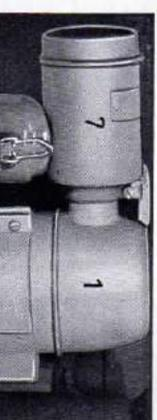

Fig. 19
3. **Le filtre d'air à bain d'huile (fig. 19, page 13)** sera rempli d'huile avant la première mise en marche. Pour cela, après avoir déposé le bol du filtre (2), il sera rempli d'huile (la même que celle utilisée pour le moteur) jusqu'au niveau indiqué par le repère (5) et à nouveau remis en place. Remarquez que le collecteur de poussière (8) du séparateur primaire (7) n'est pas destiné à contenir de l'huile mais bien à recevoir les grains de poussière éliminés.
en fonction des quantités de poussière absorbée entre 10 et 60 heures de marche. Le moteur devra être à l'arrêt depuis au moins une heure. L'huile contenue dans le filtre (1) — Figure 19 — aura eu le temps de s'écouler dans le bol (2).